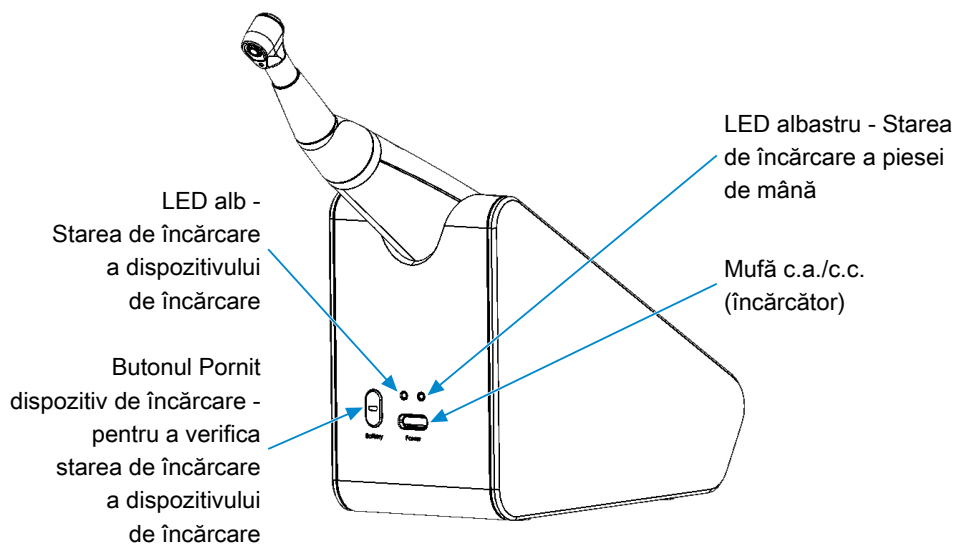

Fig. 2 : Vedere din spate
- Conectați cablul încărcătorului în mufa de încărcare de la dispozitivul de încărcare (a se vedea [► Fig. 2]). Conectați încărcătorul la priză.